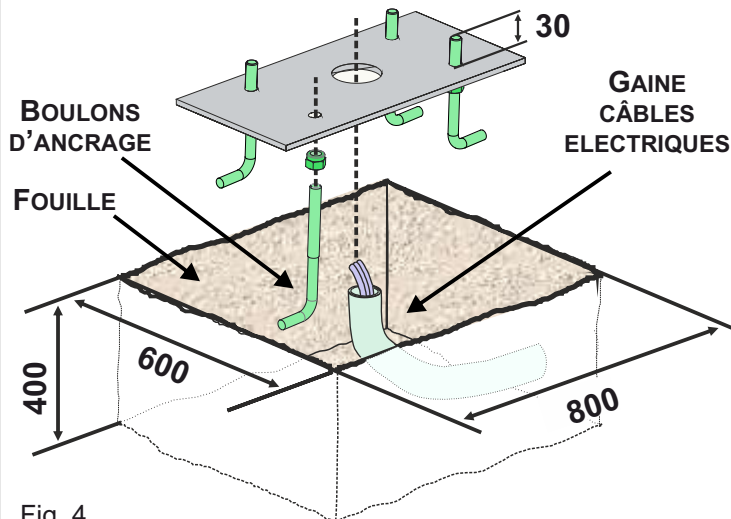

Fig. 4
2.1. Préparer un emplacement de béton selon les mesures indiquées en Fig. 4; Les boulons d'ancrage doivent être murés à l'intérieur de l'emplacement et la plaque de fondation doit être fixée sur les boulons d'ancrage et murée à son tour